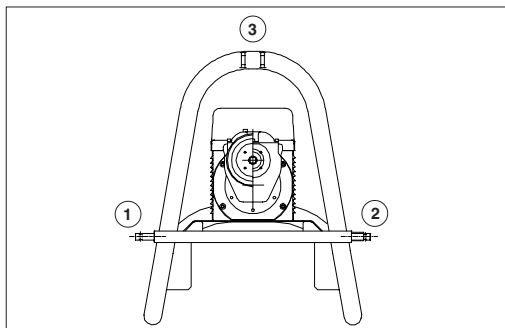

fig. 2
- c) che i tre punti di ancoraggio (fig.2) previsti siano perfettamente fissati e bloccati con i pezzi in dotazione. **L'errato ancoraggio provoca il ribaltamento della macchina con grave pericolo per l'operatore.**